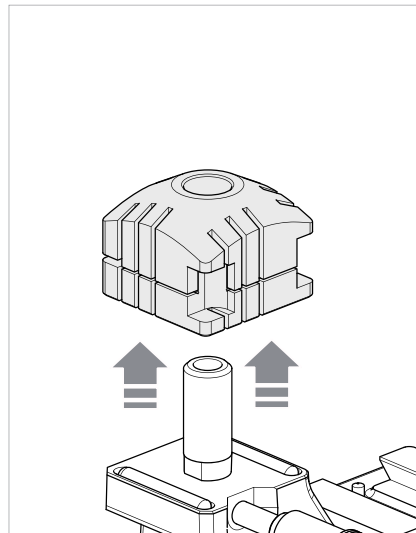

Fig. 42
- 3) Extraer hacia arriba la mordaza (Fig. 42).